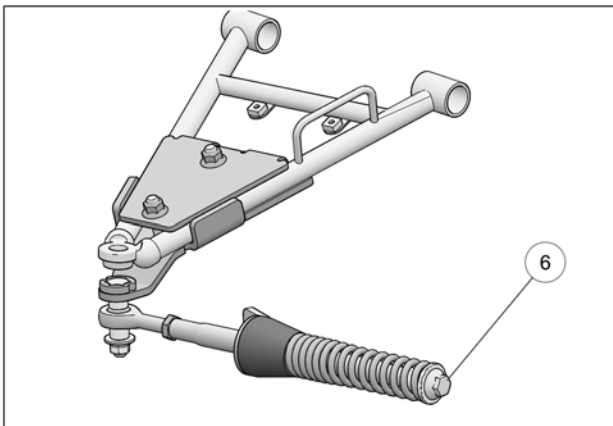

Fig. 21
- Vérifier que le boulon du ressort (6) est serré au couple recommandé : 75 N•m [55 lb•pi]. Fig. 21